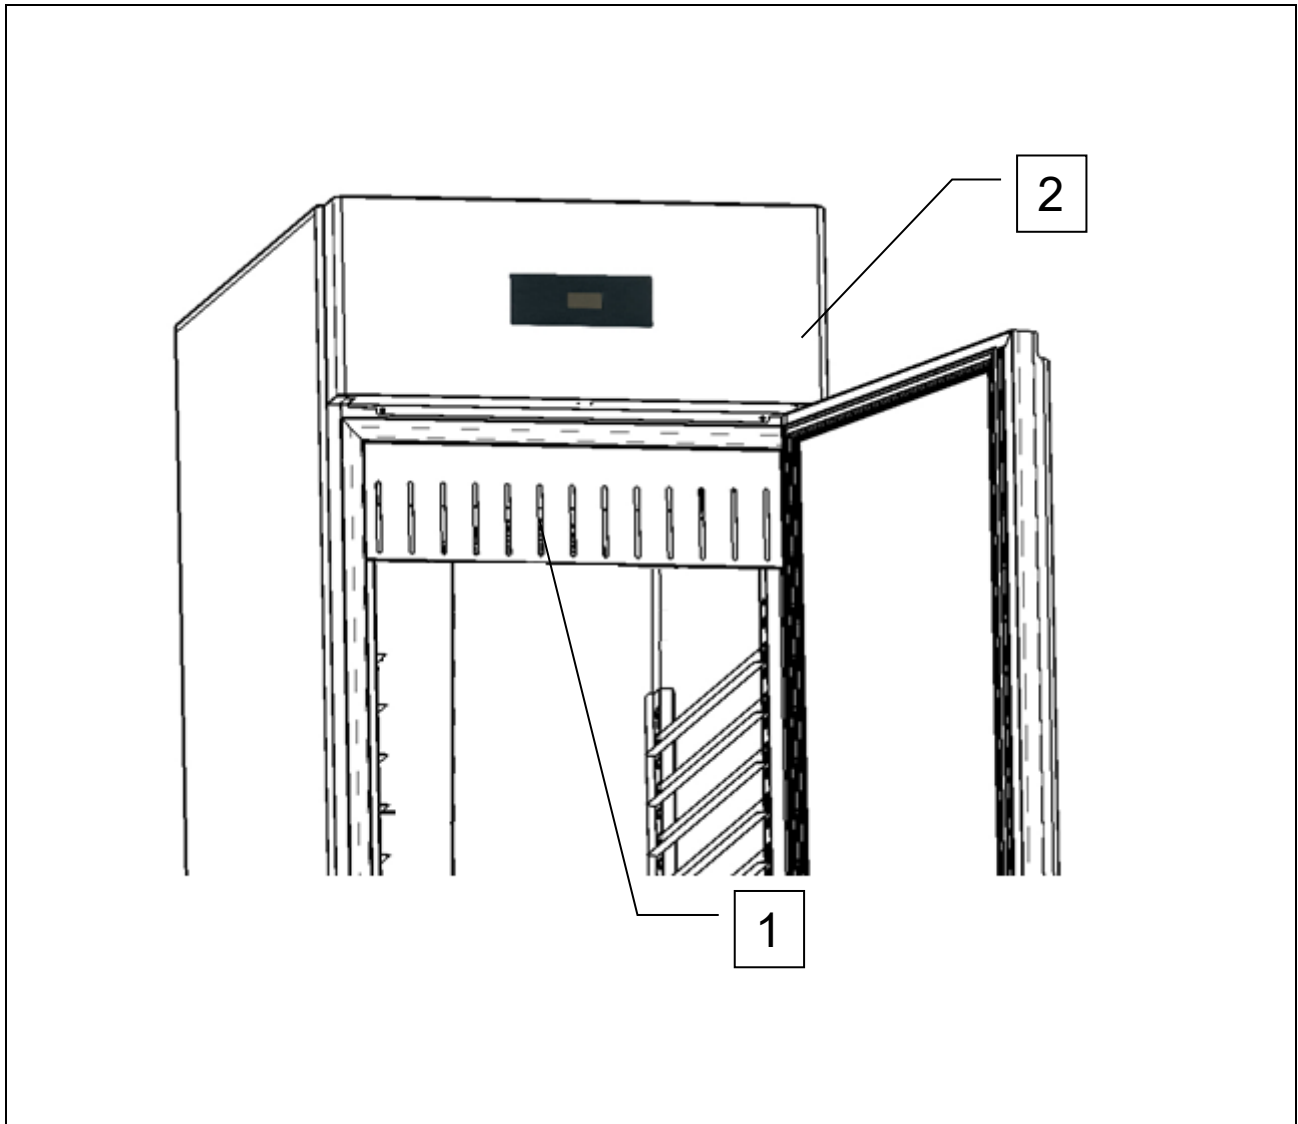

Fig. 2
- grille interne recouvrant l'unité d'évaporation (réf. 1, fig.2);
- panneau frontal pour couvrir le ventilateur de refroidissement de l'unité tampon (réf. 2, fig. 2).